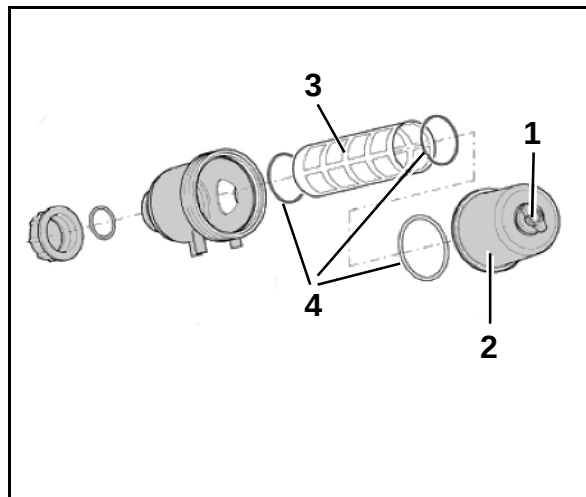

Fig. 220
Limpie diariamente el filtro de aspiración (Fig. 220) después de la operación de rociado.
4. Aflojar el tornillo de mariposa (Fig. 220/1) en el filtro de aspiración.
5. Quitar la taza de filtro (Fig. 220/2) efectuando un ligero giro a la derecha y a la izquierda.
6. Extraer el elemento filtrante (Fig. 220/3) y limpiarlo con agua.
7. Controle las juntas toroidales (Fig. 220/4) a daños.
Observe la correcta instalación de las juntas toroidales (Fig. 220/4).